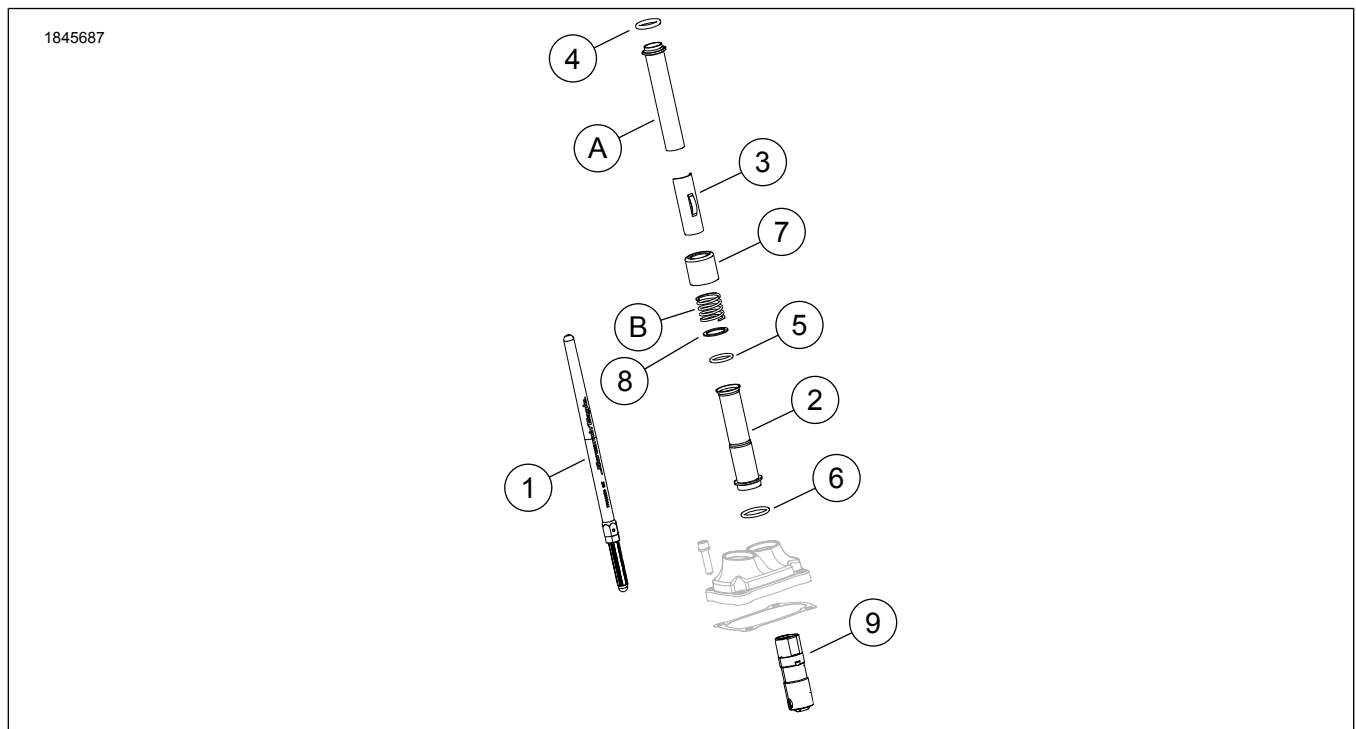
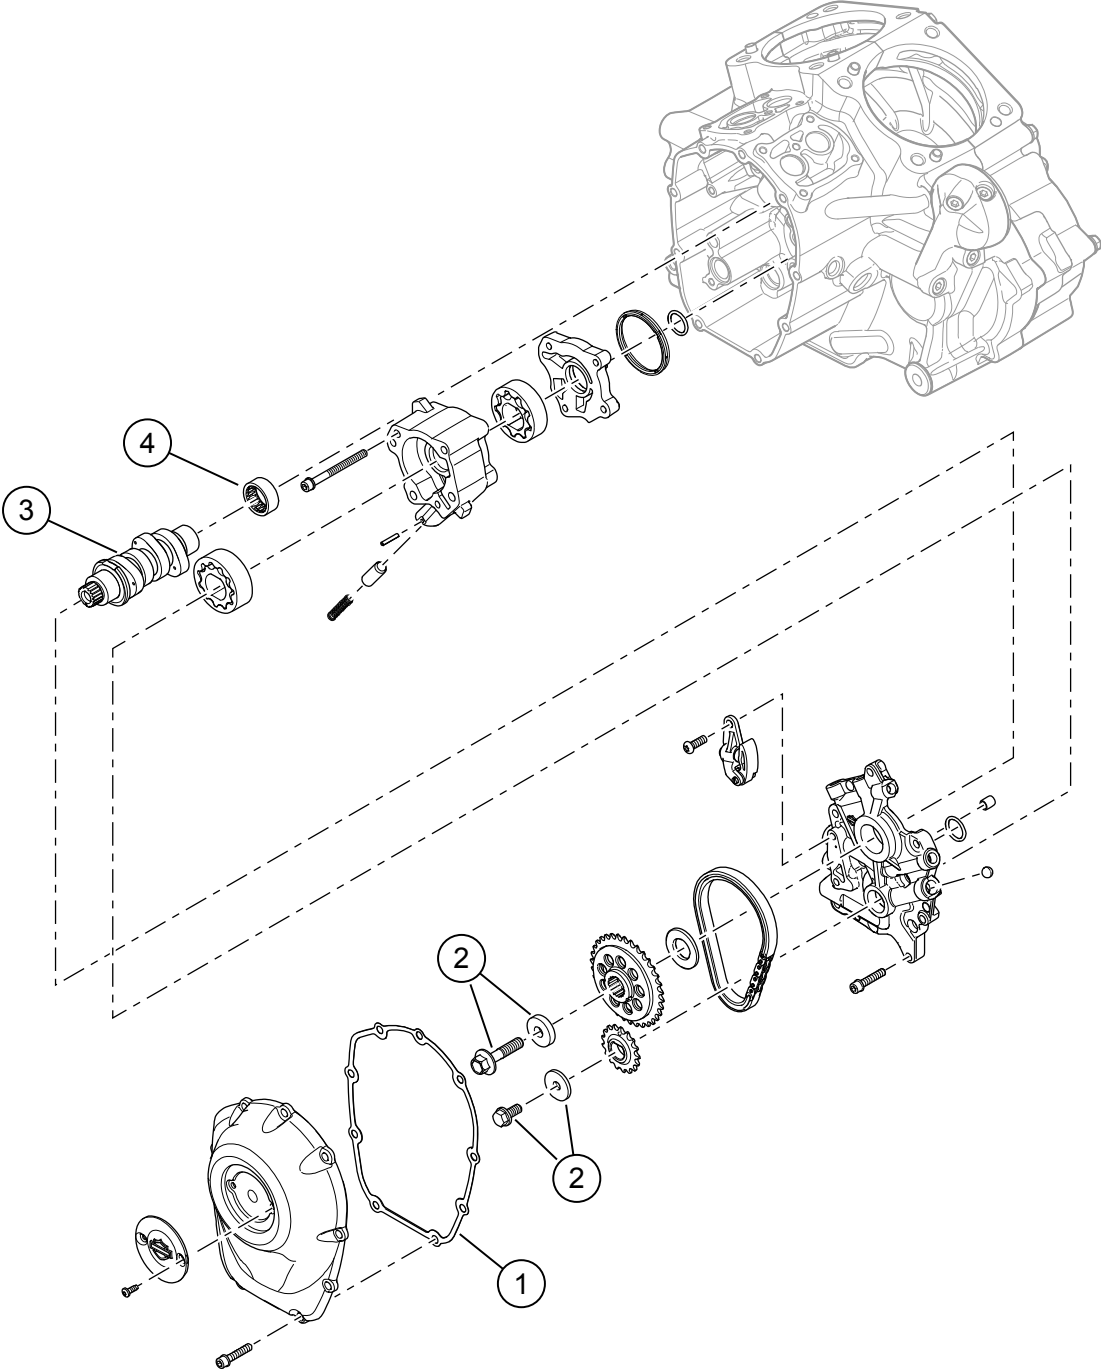

Figura 1. Conteúdo do kit: Kit Screamin' Eagle Milwaukee-Eight Stage 2
Figura 2. Conteúdo do kit: Kit Screamin' Eagle Milwaukee-Eight Stage 2
Consultar Figura 1 e Figura 2.
1. Ver a Figura 2. Instale a bomba de óleo. Veja o manual de serviço.